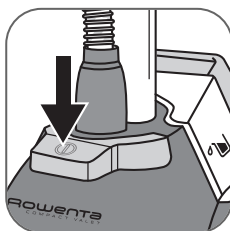

fig. 12
- Allumez l'appareil en appuyant sur la pédale située à l'avant de l'appareil. Le voyant d'alimentation s'allume. (**fig. 12**)